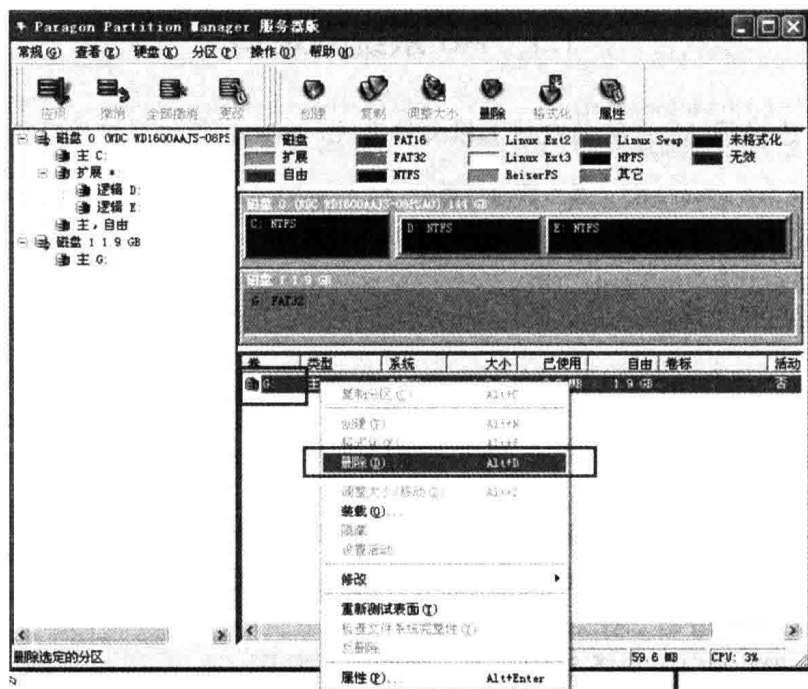
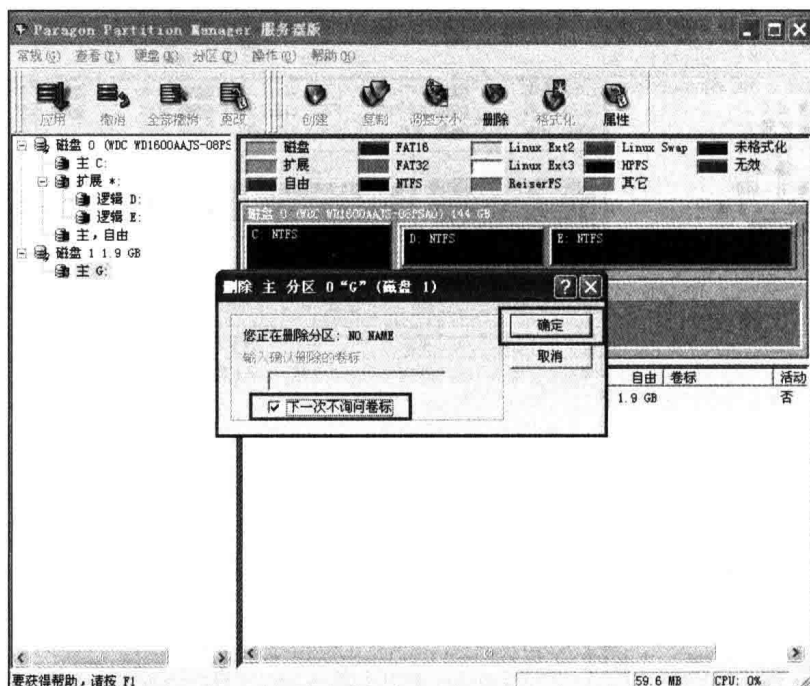

图 1-2
图 1-3
(3) 在 WinPM 窗口中选择 SD/TF 卡并右击，在弹出的快捷菜单中选择“删除”命令，如图 1-2 所示。在弹出的对话框中单击“确定”按钮，如图 1-3 所示，勾选“下一次不询问卷标”复选框，再单击“确定”按钮，最后在弹出的确认对话框中单击“是”按钮执行删除操作。